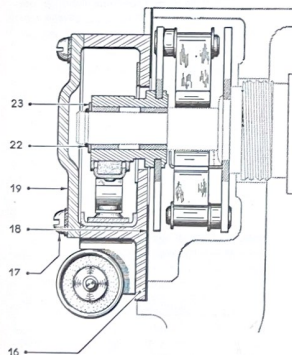

Fig. 1.28.-Curva de avance centrífugo.
- Poner el motor en marcha y comprobar el encendido siguiendo la curva de avance (fig. 1.28). Si es incorrecta, proceder al reglaje del avance centrífugo o al reemplazamiento de las masas.